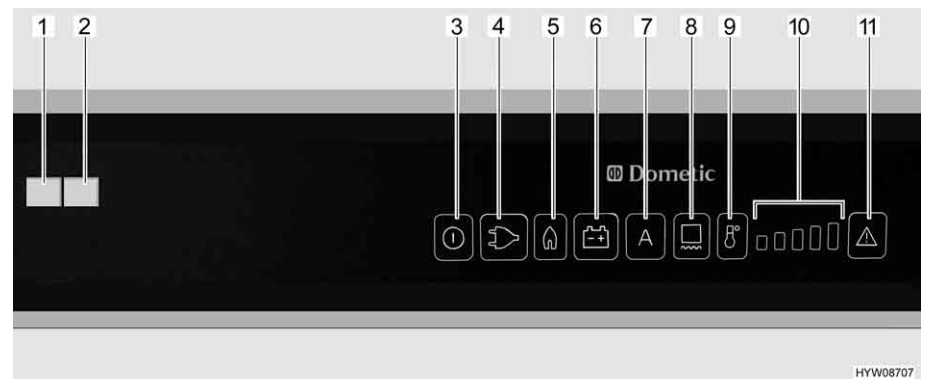

Bild 228 Reglage, knappar för kylskåpet (Dometic RMD)
När väljaren står på "AES", **ingen** 230 V-försörjning är ansluten och fordonsmotorn är **avstängd**, väljer AES gasdrift. När gasdriften väljs öppnas tändsäkringens automatiskt så att gas kan strömma till brännaren. Samtidigt tillkopplas den elektroniska tändaren. Om gaslågan skulle slockna, t. ex. på grund av att det blåser, aktiveras tändaren direkt igen och tänder gasen. Vid en störning under gasdrift blinkar ljusknapparna "Gas" (Bild 228,5) respektive "Störning" (Bild 228,11). Kontrollampen "Störning" (Bild 228,1) tänds och ett akustiskt larm ljuder i 20 sekunder.
När kylskåpet sätts på väljs automatiskt en termostatinställning i mittläge. Denna inställning kan ändras manuellt med knappen temperaturnivåval (Bild 228,9). Kontrollamporna (Bild 228,10) visar den valda termostatinställningen. Med hjälp av knappen temperaturnivåval ställs kyltemperaturen in för alla tre energikällorna. Det tar alltid några timmar innan man har en normal drifttemperatur i kylskåpet. Om en omkoppling sker till ett andra driftläge förändras termostatinställningen inte. Kyltemperaturen bibehålls oberoende av den valda energikällan.
- Koppla in ramvärmen under 2 timmar: Tryck på knappen (Bild 228,8) en gång. En stapel i temperaturnivåvisningen (Bild 228,10) tänds.
- Koppla in ramvärmen under 5 timmar: Tryck på knappen (Bild 228,8) två gånger. Två staplar i temperaturnivåvisningen (Bild 228,10) tänds.
- Ställa in ramvärmen på kontinuerlig drift: Tryck på knappen (Bild 228,8) tre gånger. Tre staplar i temperaturnivåvisningen (Bild 228,10) tänds.
Temperaturnivåvisningen (Bild 228,10) visar under några sekunder ramvärmens driftslängd.
Vid höga utetemperaturer och hög luftfuktighet kan det bildas vattendroppar på metallramen. Därför har kylskåpet ramvärme för frysacket. Slå på ramvärmen med knappen (Bild 228,8) vid höga temperaturer och hög luftfuktighet. Detta förhindrar korrosion. När ramvärmen är påslagen tänds ljuslampan (Bild 228,8).
- Tryck på på/av-knappen (Bild 228,3) i cirka 2 sekunder. Kylskåpet slår på sig, den senast inställda energisorten eller "AES" indikeras.
- Ställ in kyltemperaturen med knappen temperaturnivåval (Bild 228,9). Kontrolllamporna (Bild 228,10) visar den valda termostatinställningen.
- Tryck på på/av-knappen (Bild 228,3) i cirka 2 sekunder. Kylskåpet slår från, inga indikatorer lyser längre.